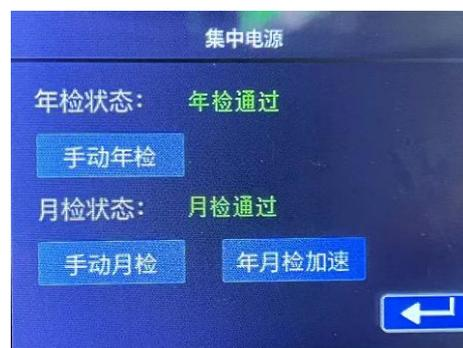

图 7
③ 在主页面点击“年月检”按键，弹出如下图 7 年月检界面，通过该界面，点击“手动月检、手动年检、年月检加速”按键可以实现对集中电源“手动月检、手动年检、年月检加速”的功能；点击“回车”按键可回到主页面。